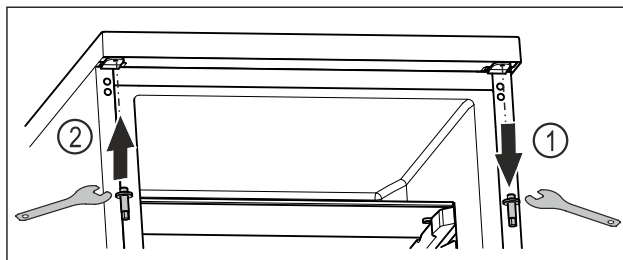

Fig. 15
- ▶ Csavarja ki a felső csapot dugókulccsal. Fig. 15 (1)
- ▶ Csavarozza fel a csapot a másik oldalra dugókulccsal. Fig. 15 (2)